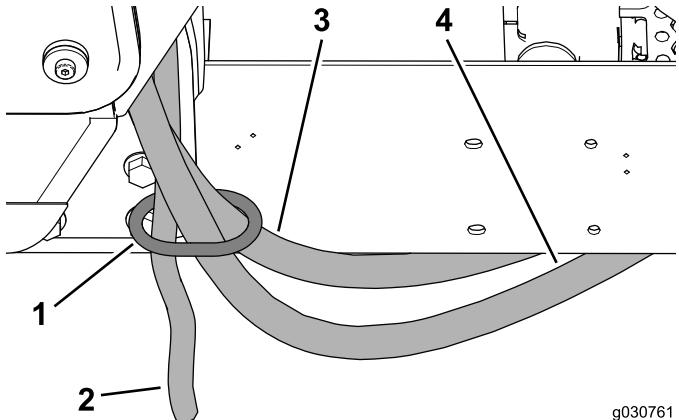

Figura 38
- Enrute las mangueras de la calefacción y la manguera de drenaje a través del aro del soporte trasero de la cabina (Figura 38).